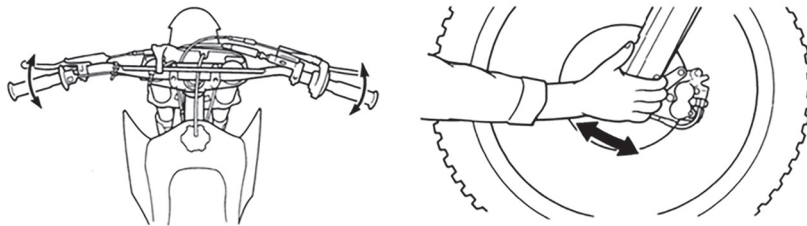

Рисунок 3. Проверка рулевой колонки
1. Встаньте перед мотоциклом. Возьмитесь за вилку (в районе передней оси) и потяните вилку по направлению к двигателю, и обратно несколько раз (см. рисунок 3). Если подшипники изношены, вы почувствуете люфт или даже услышите щелчок / глухой удар.